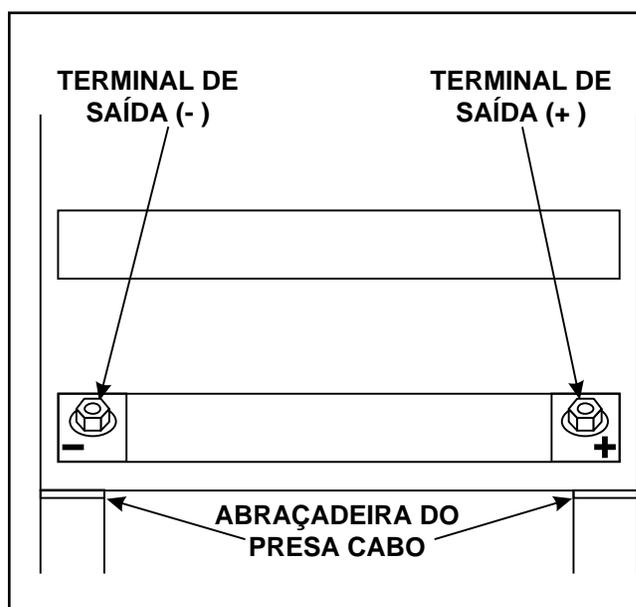

FIGURA A.9 - Terminais de Saída.
2. Localize as abraçadeiras retráteis do prensa cabo, logo abaixo dos terminais de saída nos cantos inferior direito e esquerdo da tampa frontal. Veja a Figura A.9.